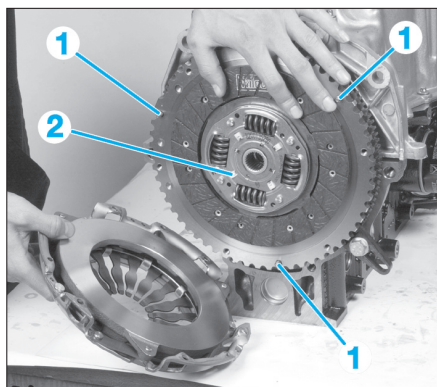

FIG. 2
S'assurer de la présence des pions de centrage (1) du mécanisme sur le volant moteur (Fig.2).